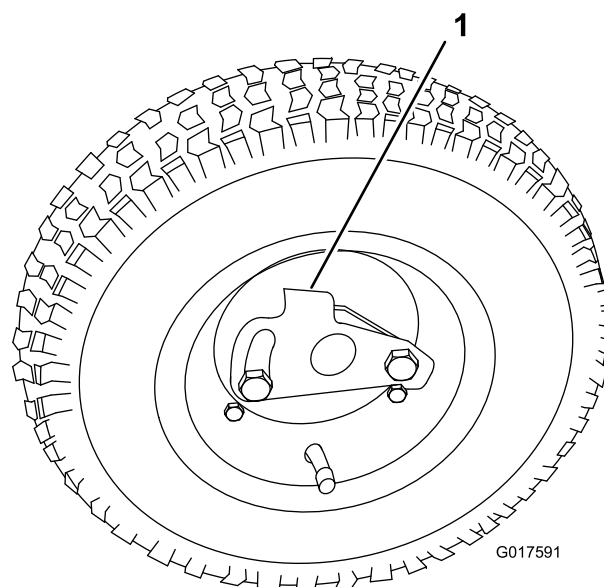

Figure 19
2. Poussez le clip de verrouillage vers le centre de la roue et faites coulisser la roue sur l'arbre hexagonal (Figure 19).